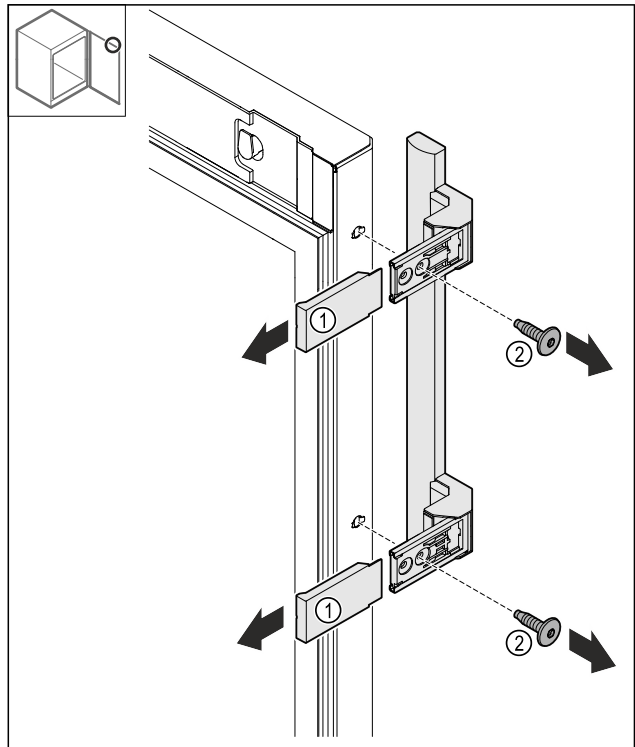

Fig. 25
- Stiahnite kryty Fig. 25 (1).
- Uvoľnite skrutky Fig. 25 (2).